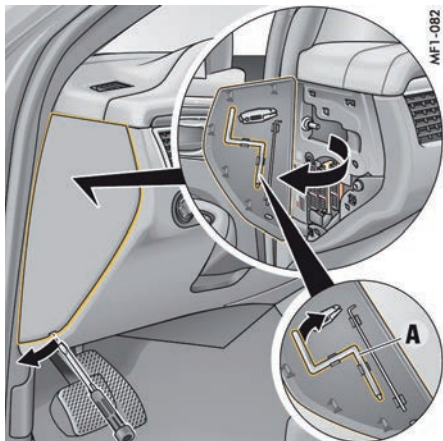

图 177: 拆下六角扳手
1. 将六角扳手 A 从驾驶员侧仪表板上的侧围板（图 177）中取下。